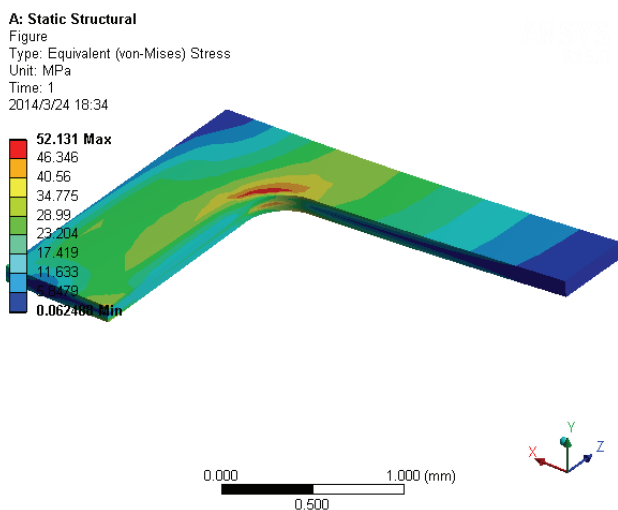

图 25-31 等效应力云图
7) 在 Outline 树结构图中的 Equivalent Stress 上单击右键, 在弹出的快捷菜单中选择 Evaluate All Results, 此时进行求解, 求解后得到的图形如图 25-31 所示。